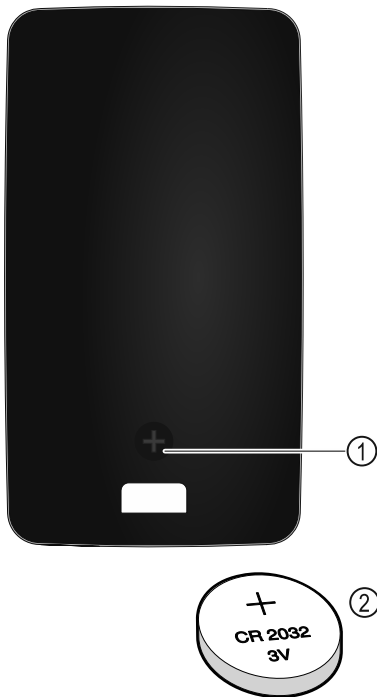

Fig. 256
Дистанционното управление се захранва от батерия тип CR 2032 с 3V Fig. 256 (2), която се предлага от специализирани търговци на дребно.
- Отвинтете винта Fig. 256 (1) на капака на дистанционното управление.